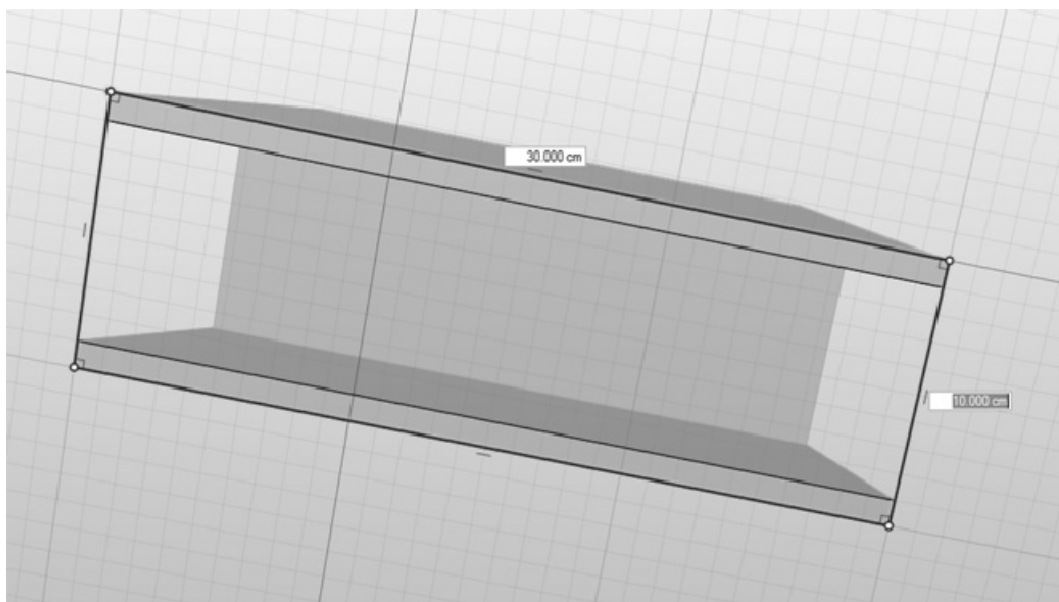

图 4-26
5) 使用鼠标左键单击放置两个相对的角点，在底面上绘制一个 30cm×10cm 的矩形，如图 4-26 所示。